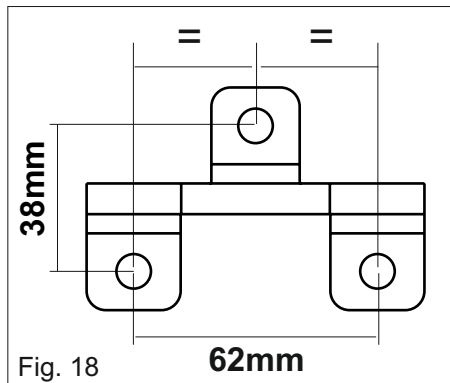

Fig. 18
- 2) Visser le support antérieur sur le portail en respectant les trous faits selon les dimensions en Fig. 18 -19